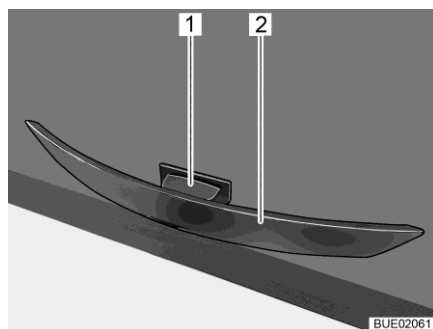

Fig. 88 Tirador con botón de desbloqueo
- Pulsar y mantener pulsado el botón de desbloqueo (Fig. 88,1).
- Tirar del tirador (Fig. 88,2) hasta que la trampilla de mueble esté abierta.